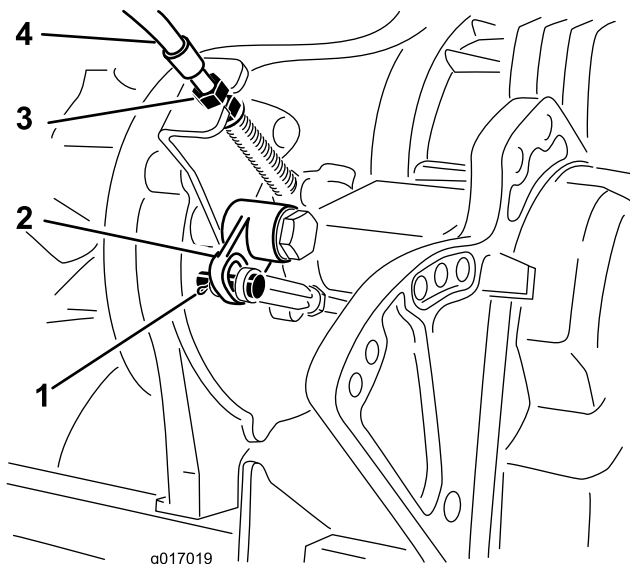

**Figura 45**
2. Verifique se existe alguma folga no cabo do controlo da tracção na mola de extensão (Figura 45). Se existir folga, ajustar as porcas de bloqueio no anteparo (Figura 46) para remover a folga do cabo sem estender a mola.
8. Ajustar o cabo no anteparo do painel de controlo, ajustar as porcas de bloqueio do cabo para remover qualquer folga no cabo sem estender a mola (Figura 45).
3. No anteparo da alavanca de controlo, soltar o cabo de controlo do cilindro até haver folga no cabo (Figura 45).